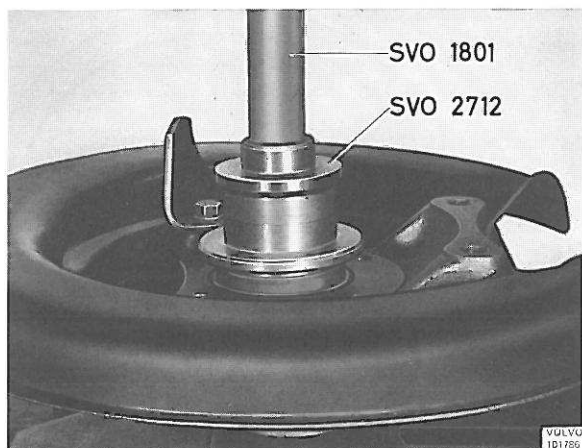

Figure 23. Remontage de la bague d'étanchéité extérieure
10. Enfoncer la nouvelle bague d'étanchéité dans le support de l'étrier, (écrou de réglage) en se servant du mandrin SVO 2712, figure 23. Remplir de graisse l'espace situé entre les lèvres du joint.